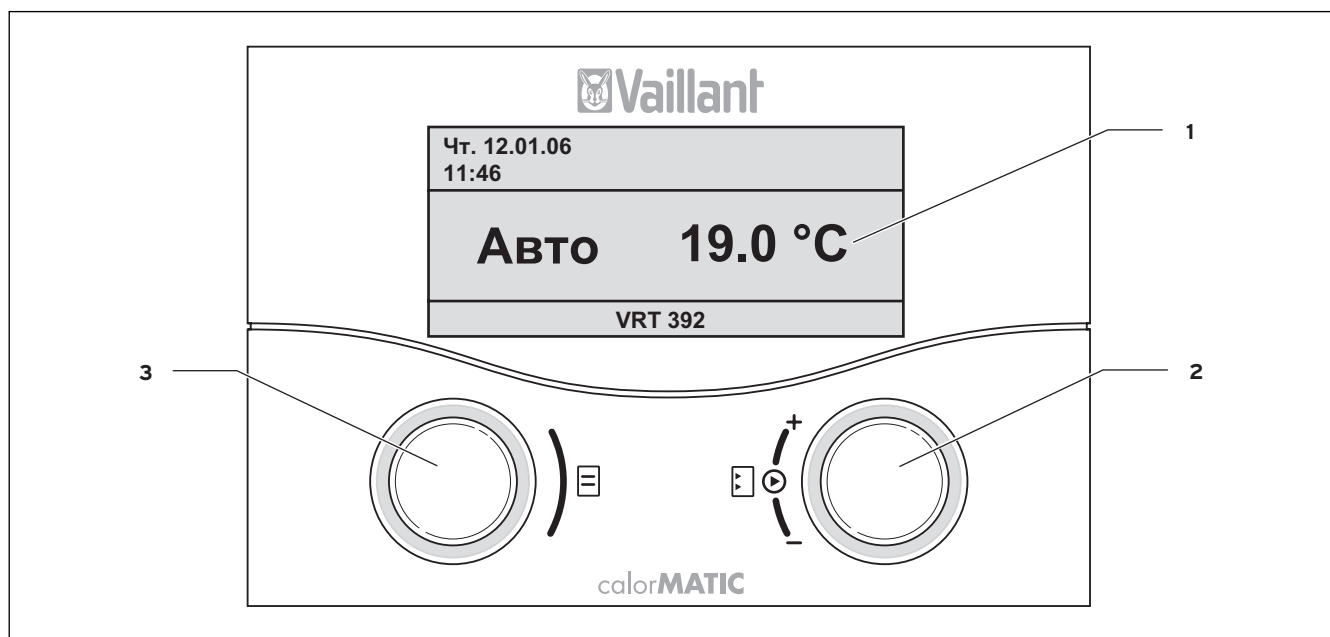

Рис. 4.1 Обзор панели управления и индикации
Рис. 4.1 показывает на дисплее упрощенный режим основной индикации. Упрощенный режим индикации предоставляет следующую информацию:
- упрощенный режим основной индикации (рис. 4.1)
Оба задатчика (рис. 4.1 поз. 2 и 3) работают по принципу Vaillant „Поверни и нажми“.